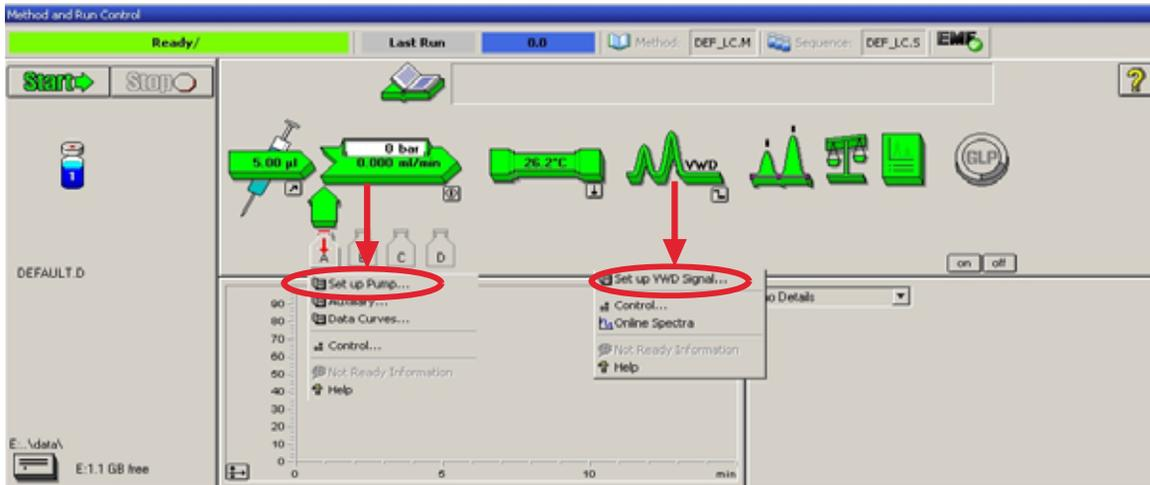
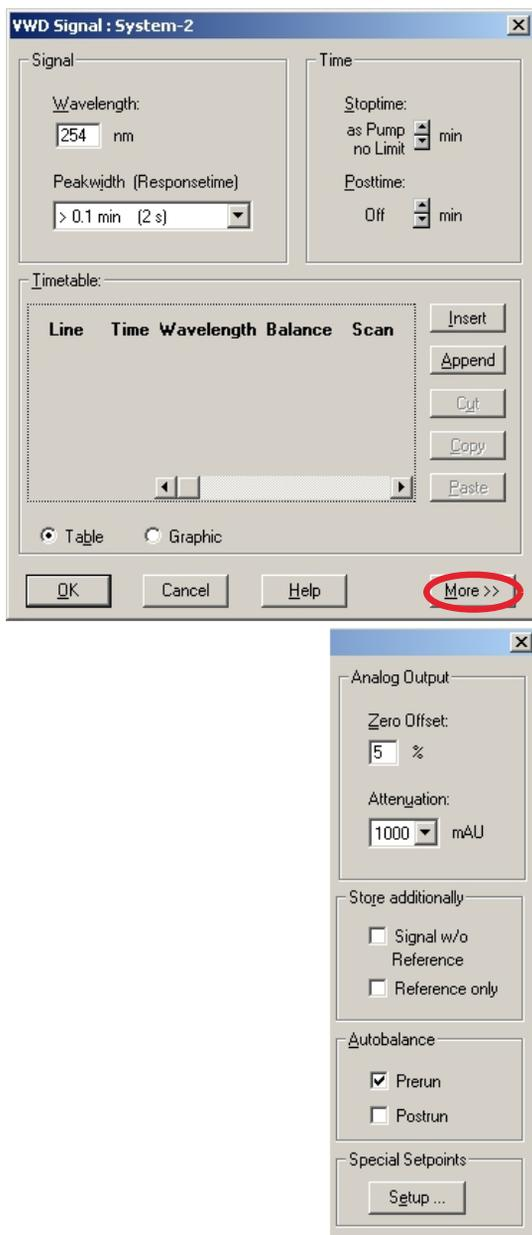

Figura 14 Abrir el menú módulo
Figura 15 Configuración del detector (predeterminada)
- 9 Haga clic en los iconos del módulo (Figura 14 en la página 49) y abra la pantalla **Setup** (Configuración). En Figura 15 en la página 50 se explica la configuración del detector (no cambie en esta ocasión los parámetros del detector).